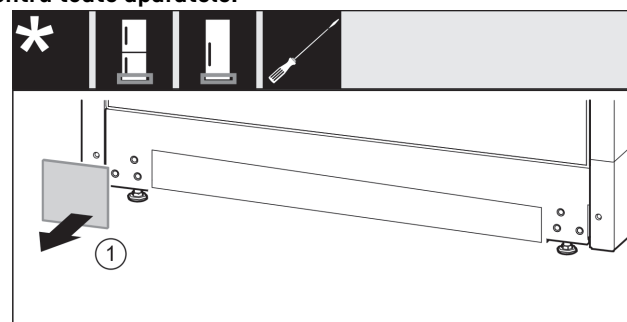

Fig. 42
- ▶ Scoateți capacul Fig. 42 (1).